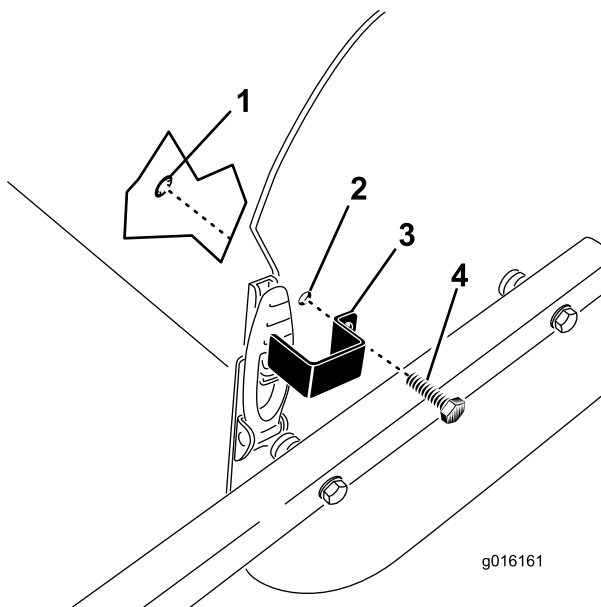

Figura 33
1. Posicione a placa do trinco sobre o trinco do capot alinhando o furo de montagem com o furo da placa lateral (Figura 33).
2. Prenda a placa do trinco à placa lateral com um parafuso de cabeça hexagonal e um anel de retenção (Figura 33).